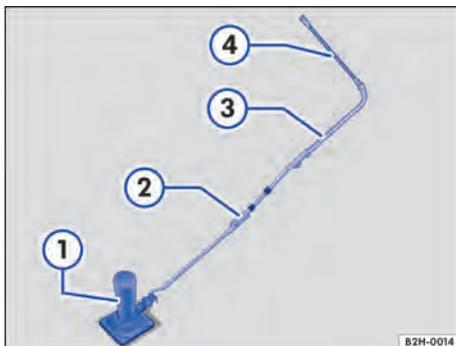

Fig. 205 Macaco com extensor.
1. Rebater a alavanca de extensão → Fig. 205 ② das ferramentas de bordo, desdobrando-a.
2. Enganchar a alavanca de extensão no macaco → Fig. 205 ①.
3. Colocar a chave de caixa → Fig. 205 ③ sobre a alavanca de extensão.
4. Colocar a chave de roda → Fig. 205 ④ sobre a chave de caixa.